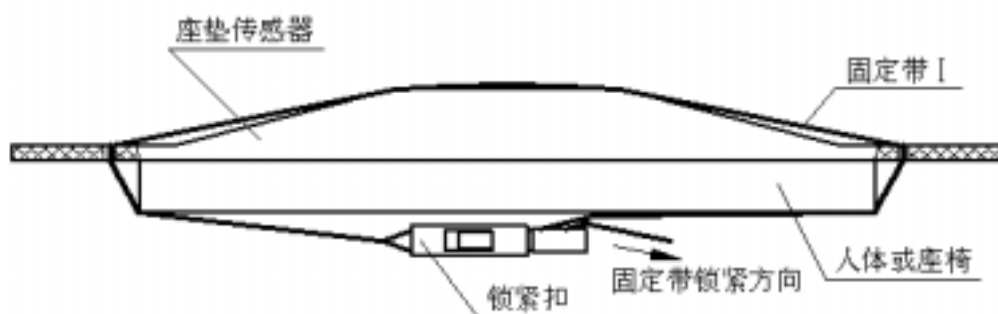
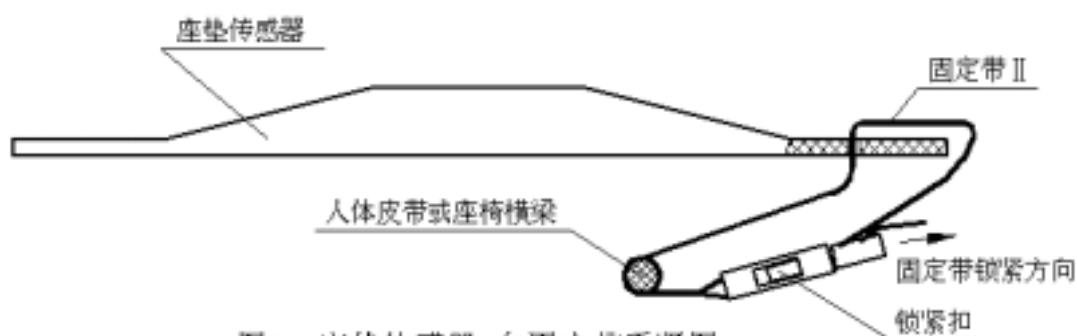

图2 座垫传感器X向固定带系紧图
图3 座垫传感器Y向固定带系紧图
4. 固定带的系紧推荐方法如图 2、图 3 所示。注意固定带 II 系紧时不可用力过大，以免损坏座垫。